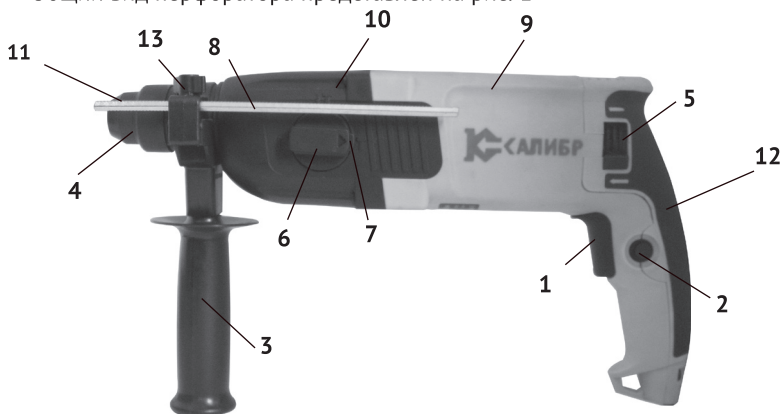

рис.1
1.3 Перфоратор состоит из горизонтально расположенного коллекторного двигателя в пластиковом корпусе (рис.1 поз.9), выполненном заодно с рукояткой. В крышке корпуса (рис.1 поз.12) расположен щёткодержатель в сборе. Рычагом переключателя реверса (рис.1 поз.5), меняя расположение щёток, направление вращения якоря меняется на противоположное. К корпусу двигателя крепится корпус редуктора (рис.1 поз.10), в котором расположен механизм, передающий вращательное и возвратно-поступательное движение на рабочий инструмент. Крутящий момент с якоря электродвигателя через шестерни, передаётся на ствол с патроном SDS – plus (рис.1 поз.4), расположенный соосно с двигателем. Тип ударного механизма перфоратора - электропневматический. Эксцентриковый подшипник преобразует вращательное движение якоря в возвратно-поступательное движение поршня. С поршня ударник передаёт энергию удара на ствол с
патроном SDS – plus. На корпусе редуктора слева расположен переключатель режимов (рис.1 поз.6) с фиксатором (рис.1 поз.7) в трёх режимах: «сверление» /«сверление с ударом» / «удар».
В зависимости от вида выполняемой работы, в патрон SDS – plus вставляется необходимая насадка (пика, долото, сверло) с соответствующим хвостовиком, или переходник SDS-plus/сверлильный патрон для установки сверлильного патрона, если необходимо работать в режиме «сверление». Дополнительная рукоятка (рис.1 поз.3) хомутом крепится на корпусе редуктора (рис.1 поз.10). Фиксируется рукоятка, закручиванием по часовой стрелке, в любом положении (от 0° до 360°), что удобно пользователю, как «правше», так и «левше».
В отверстие левой части суппорта рукоятки вставляется, при необходимости, стержень-ограничитель глубины сверления (рис.1 поз.8). Он фиксируется в выбранном положении винтом-барашком (рис.1 поз.13).
1.4 Клавиша выключателя (рис.1 поз.1) расположена в передней части рукоятки. Включение/отключение инструмента осуществляется нажатием на клавишу выключателя. Силой, приложенной к клавише, регулируется число оборотов и частота ударов перфоратора. Нажатием кнопки (рис.1 поз.2), клавиша фиксируется в рабочем положении с максимальным числом оборотов (максимальной частотой ударов). При повторном нажатии на клавишу, она и кнопка фиксации (с характерным щелчком), возвращаются в исходное положение – выключено.
Общий вид перфоратора представлен на рис. 1
При замене рабочих насадок следите за тем, чтобы колпачок (рис.1 поз.11), защищающий патрон от попадания пыли, не был повреждён.
- ослабив винт-барашек (рис.1 поз.13), освободить отверстие в суппорте рукоятки для установки стержня (рис.1 поз.8);
- вставить стержень фиксации глубины сверления (рис.1 поз.8) в отверстие;
- фиксация клавиши в рабочем положении осуществляется нажатием на кнопку (рис.1 поз.2);
Нажав кнопку (рис.1 поз.7) в верхней части рукоятки (рис.1 поз.6), начните поворот к режиму с нужным условным знаком, приведённым ниже. Отпустите кнопку фиксатора. При достижении выбранного положения, рукоятка зафиксируется, а кнопка фиксации (со щелчком) вернётся в исходное положение.
- при работе в режиме сверление без удара, переключатель (рис.1 поз.6) установить в положение «сверло». При этом режиме перфоратор может работать с патроном SDS – plus, но, как правило, устанавливается ключевой патрон;
- при работе в режиме сверление с ударом, переключатель (рис.1 поз.6) в положении «сверло с молотком»;
- при работе в режиме долбление, переключатель (рис.1 поз.6) в положении «молоток».
В верхней части крышки двигателя (с обеих сторон) расположен рычаг переключения реверса (рис.1 поз.5). На крышке стрелками указано направление вращения. Реверс используется при заклинивании рабочего инструмента и при вывинчивании винтов или шурупов.
3.2 Для замены щёток необходимо, открутив три винта, и снять крышку двигателя (рис.1 поз.12). Щётки следует заменять парой для обеспечения равной степени их давления на коллектор якоря.